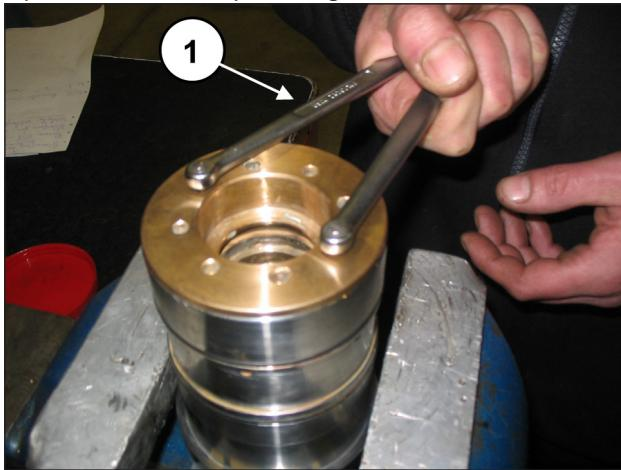

Fig. 190
Serrare mediante chiave a compasso con naselli tondi Ø5, reperibile sul mercato (pos. ①, Fig. 190)